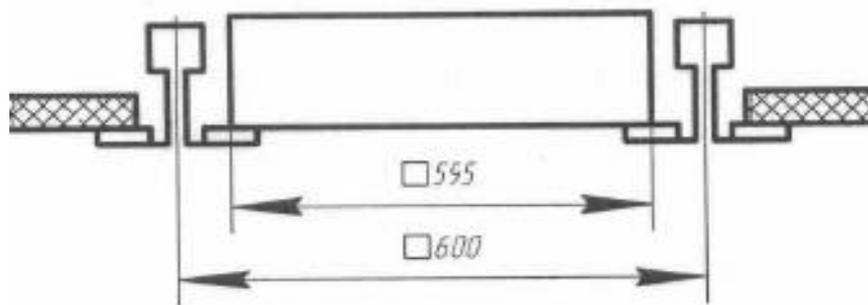

Рисунок 2.1 - Схема установки светильников в подвесной потолок "Армстронг"
5.4 Установка светильника в подвесной потолок "Армстронг": Установите корпус в сборе в подвесной потолок согласно схеме (рисунок 2.1). **Если вес светильника превышает допустимую норму нагрузки на потолок, светильник нужно закрепить на отдельные кронштейны!** В комплект поставки входят пластины для подвеса светильника. Схема установки пластин указана на рисунке 1.3.